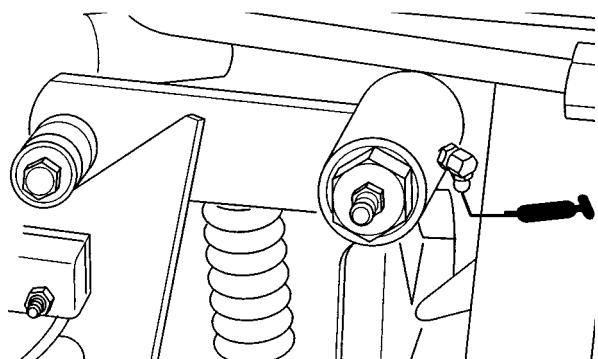
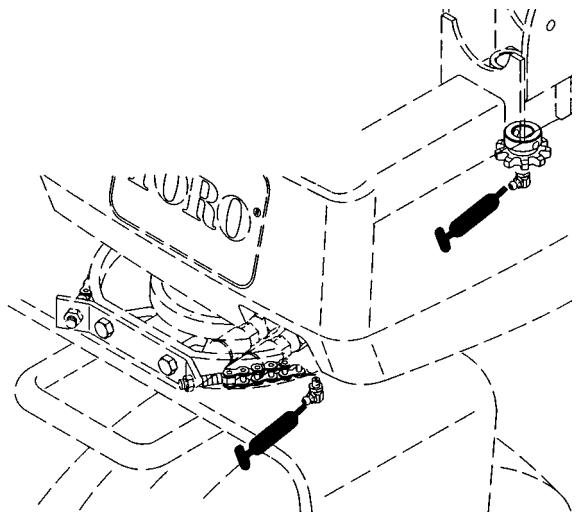
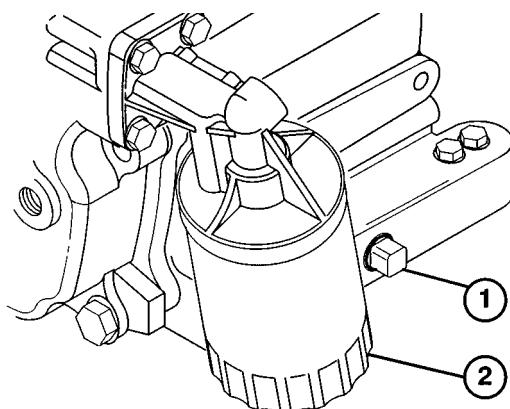

Fig. 12
Fig. 13
Fig. 14
I cuscinetti e le boccole da lubrificare sono: cuscinetti delle ruote anteriori (Fig. 12), leveraggio di comando della trazione (Fig. 13) e albero per leva di comando sterzo (Fig. 14).
Nota: Per accedere all'ingassatore sul leveraggio di comando della trazione (Fig. 13), togliere le (3) viti che fissano la fiancata al lato sinistro della macchina, e rimuovere il pannello.
Nota: Per accedere all'ingassatore sull'albero dello sterzo (Fig. 14), togliere le (4) viti e i distanziali che fissano il serbatoio del